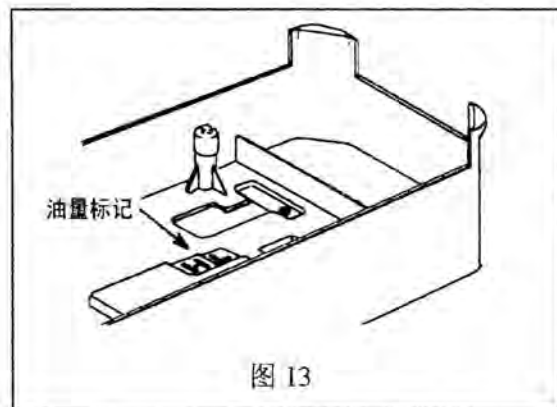
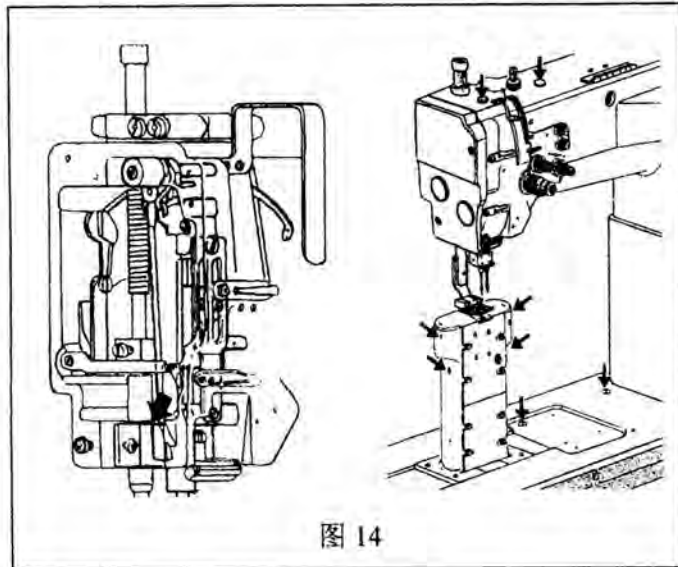
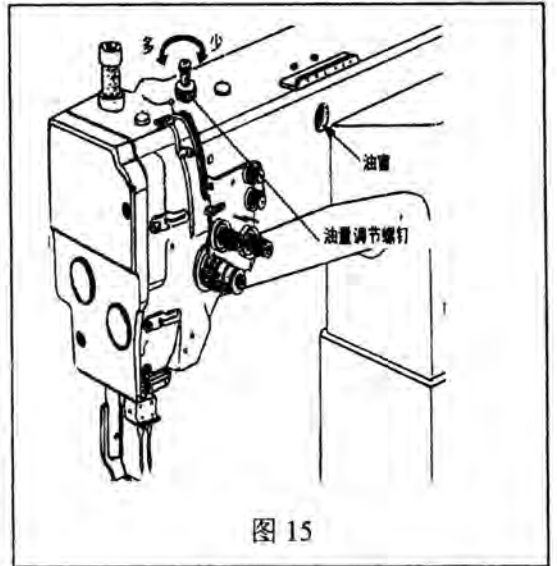

图 13
图 14
图 15
## 14、润滑 (图 13、图 14、图 15):
请使用缝纫机专用油。(图 13)
适量的加油 (箭头所指方向): (图 14)
3) 运转过程中确认油窗有油滴下, 给挑线杆的油量可通过油量调节螺钉来调节。(图 15)